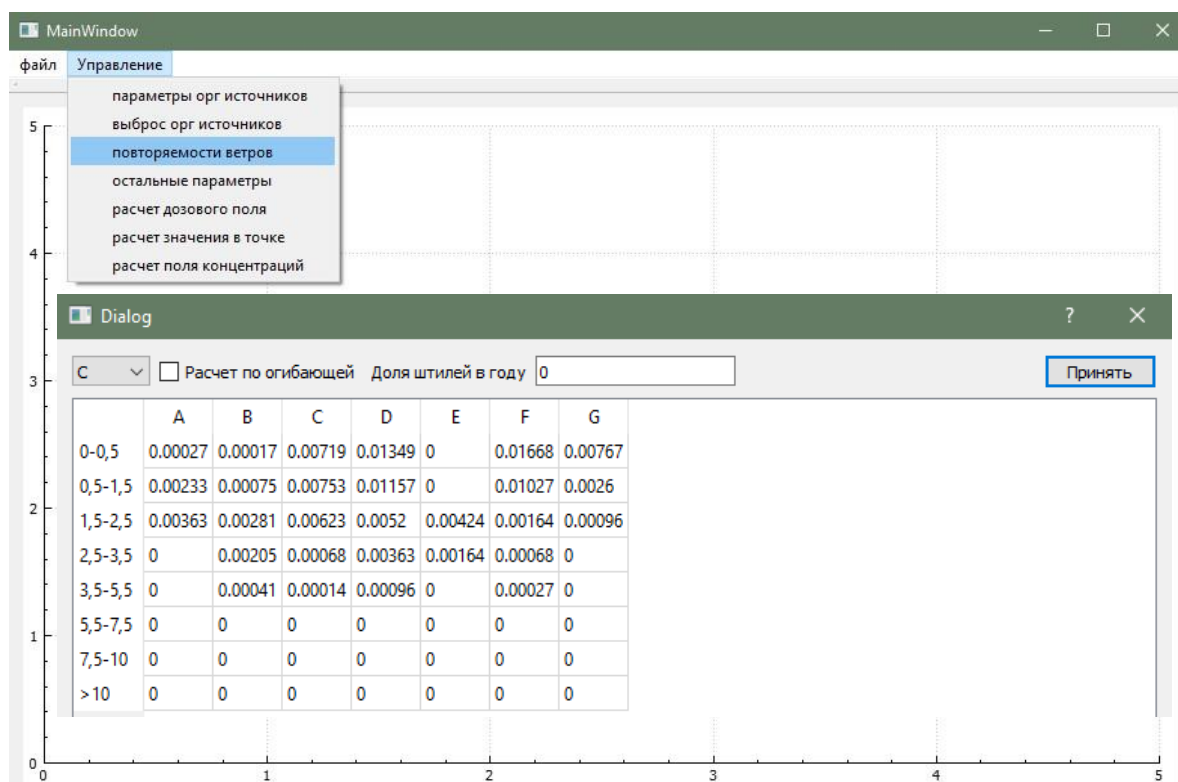

Рисунок 7 – Задание параметров повторяемости ветров
5) Задать параметры повторяемости ветров в местных метеоусловиях в диалоговом окне, вызванном нажатием кнопки «Повторяемость метеоусловий» в пункте меню «Управление» (см. рисунок 7). Задание совместной повторяемости скорости ветра и категории устойчивости атмосферы производится в таблице всплывающего диалогового окна, где выбор румба производится посредством выбора направления ветра в выпадающем списке под надписью «С» (см. рисунок 7).